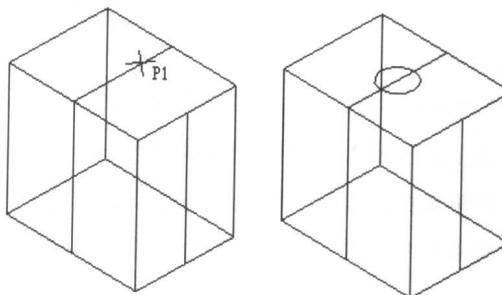
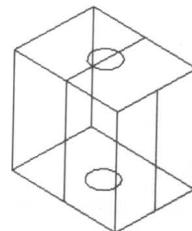

图 1-3-8
图 1-3-10
4. 选择如图 1-3-8 左图所示 P1 所在直线的中点或输入 (0,0) 坐标, 产生圆如图 1-3-8 右图所示。
6. 选择如图 1-3-8 左图所示直线的中点或输入 (0,0) 产生圆如图 1-3-10 所示。